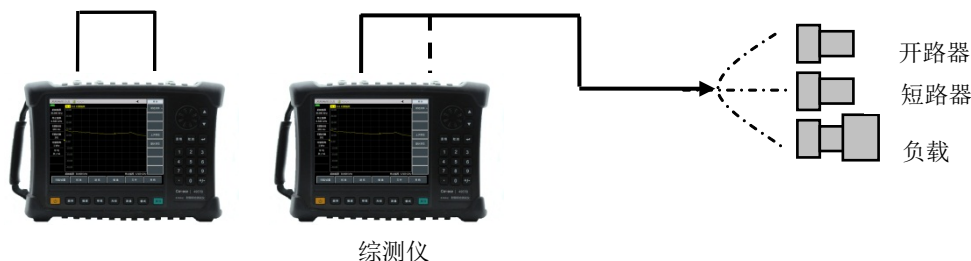

图16-5 负载匹配测试框图
- b) 按【校准】[校准件]，选择正确的校准件，再按【校准】[机械校准][全二端口][反射]，按照图 16-5 所示在测试端口 1 连接 N 型校准电缆，依次在电缆末端连接开路器、短路器、负载，完成 P1 端口的开路器、短路器、负载等标准件的测量；在测试端口 2 依次连接开路器、短路器、负载，完成 P2 端口的开路器、短路器、负载等标准件的测量；最后按[完成]键完成全二端口的反射校准；